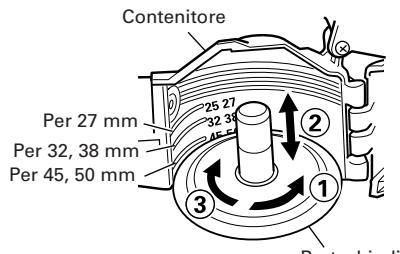

Fig. 3
Per la regolazione, girare il portachiodi ① in senso antiorario di circa 90 gradi. Spostare il portachiodi ② in alto e in basso, regolare sulla lunghezza del chiodo da usare e regolare la superficie del portachiodi sulla posizione marcata del contenitore. Girare il portachiodi ③ in senso orario (di circa 90 gradi) fino a che scatta. (Fig. 3)